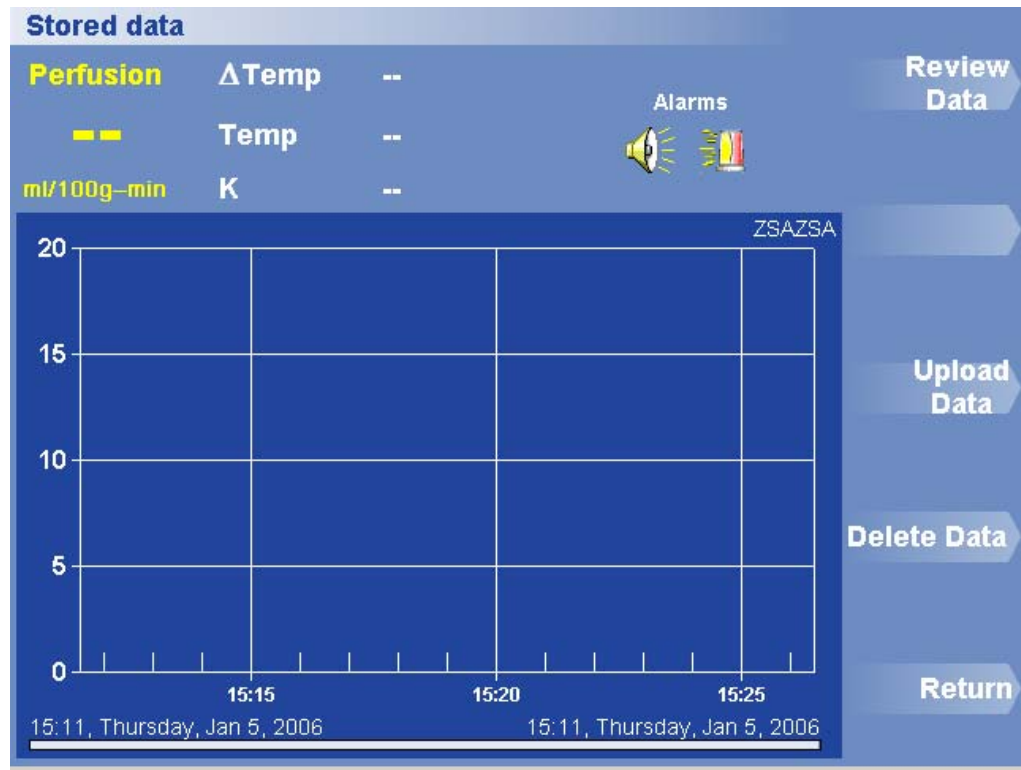

Figure 15. Menu Données enregistrées
1. Cliquez sur Stored Data (Données enregistrées). Le menu Données enregistrées apparaît (figure 15).